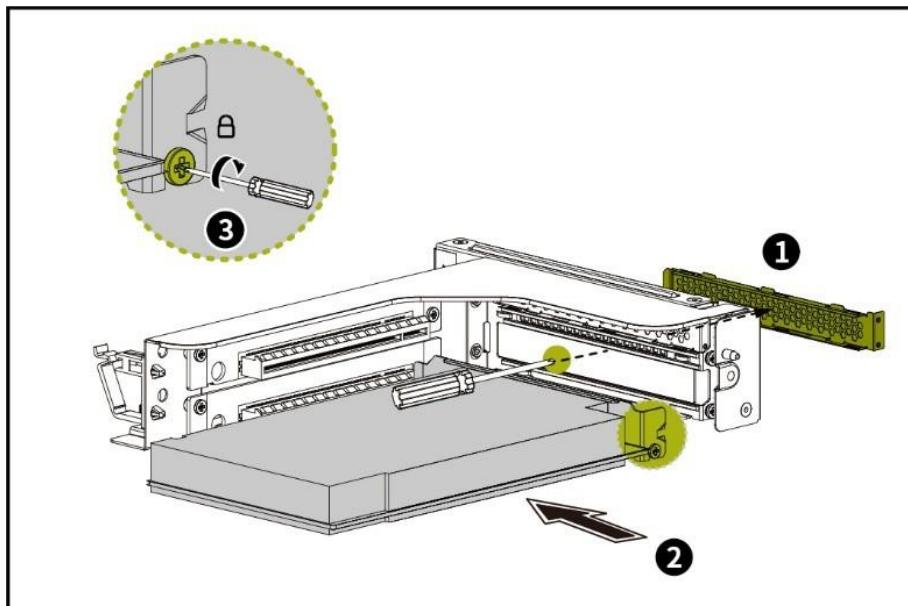

Рисунок 52 – Установка сетевых карт в модуль 2PCIe
4.6.13.2 Установку сетевой карты в модуль 2PCIe выполнять в следующем порядке (см. рисунок 52):